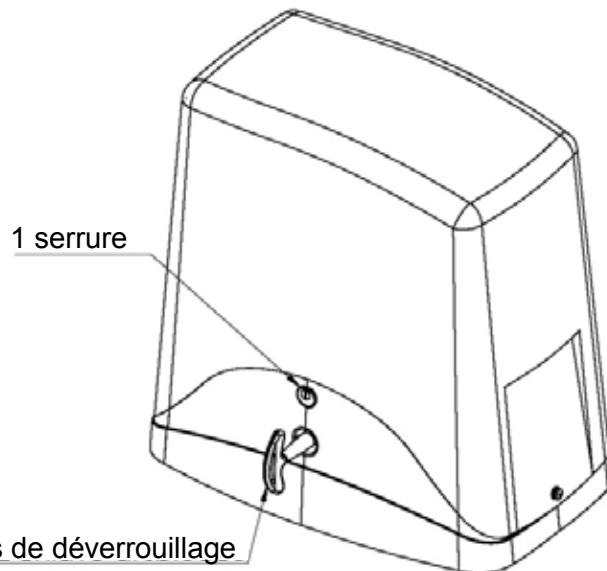

Fig. 3
1. Insérer la clé fournie en dotation dans la serrure (1) et la tourner de 90° dans le sens contraire des aiguilles d'une montre (fig.3)
2. Insérer la clé de déblocage (2) et la tourner dans le sens des aiguilles d'une montre jusqu'au complet déblocage du pignon (fig.3).
Pour bien installer la crémaillère, débloquer le motoréducteur comme indiqué (fig. 3) et ouvrir complètement la porte.